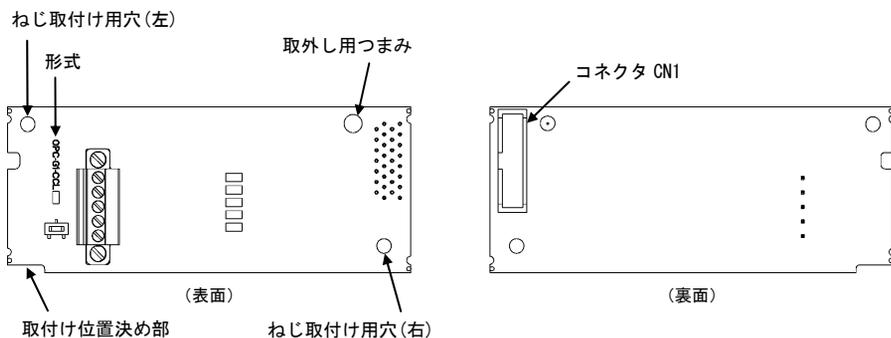

図 1.1 CC-Link 通信カードの各部の名称
- (1) 通信カード、ねじ (M3×8:2本)、取扱説明書(本書)が入っていることを確認してください。
- (2) 通信カード上の部品の異常、凹み、反りなど輸送時での破損がないことを確認してください。
- (3) 通信カード上に形式「OPC-G1-CCL」が印刷されていることを確認してください。(図 1.1 参照)
- 通信カードの裏面 (図 1.1) の CN1 を、インバータ本体の制御プリント基板の A-port (CN4) へ差し込み、付属ねじで固定してください。(図 3.3)
**注意** 通信カードの取付け位置決め部 (図 1.1) がツメ (図 3.2 の①) にセットされ、CN1 (図 3.2 の②) が確実に差し込まれていることを確認してください。図 3.3 は取付け完了を示します。